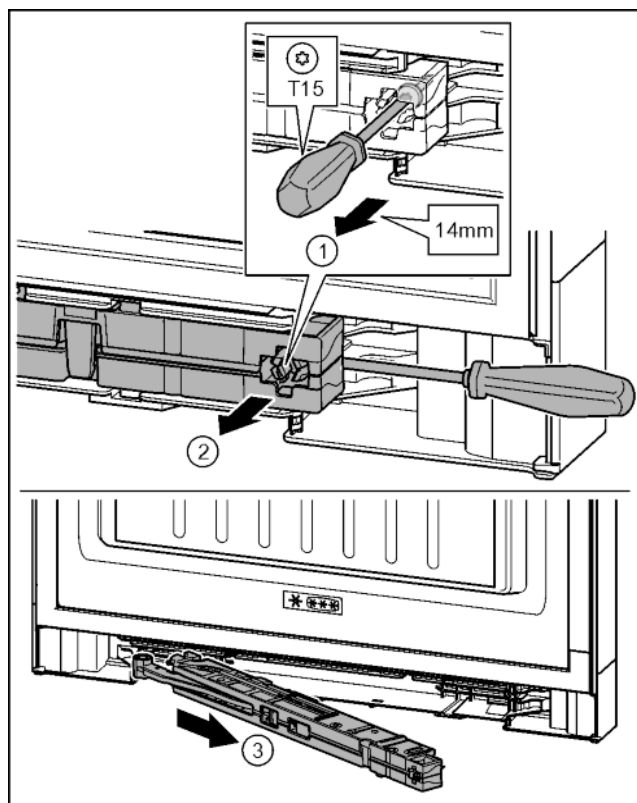

Fig. 18
- ▶ Ослабить винт на узле амортизатора с помощью отвертки T15 на ок. 14 мм. Fig. 18 (1)
- ▶ Переместить отвертку со стороны ручки за узел амортизатора. Повернуть узел вперед. Fig. 18 (2)
- ▶ Вытащить узел амортизатора. Fig. 18 (3)